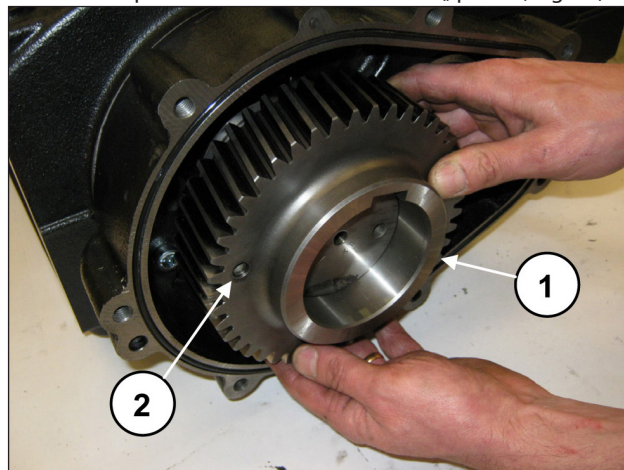

Fig. 14
Extraer la corona (pos. ①, Fig. 14). Si es necesario, aplicar un extractor de percusión en los 2 orificios M8 (, pos. ②, Fig. 14).